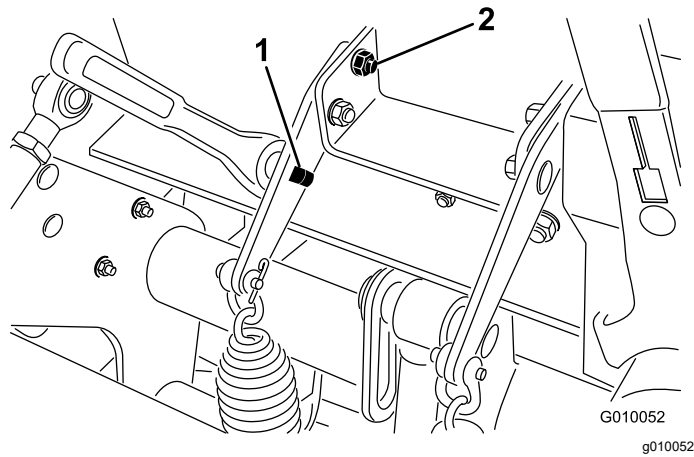

图 28
3. 将一个 13mm 的棘轮或呆套筒扳手插入弹簧板上的方孔图 28。